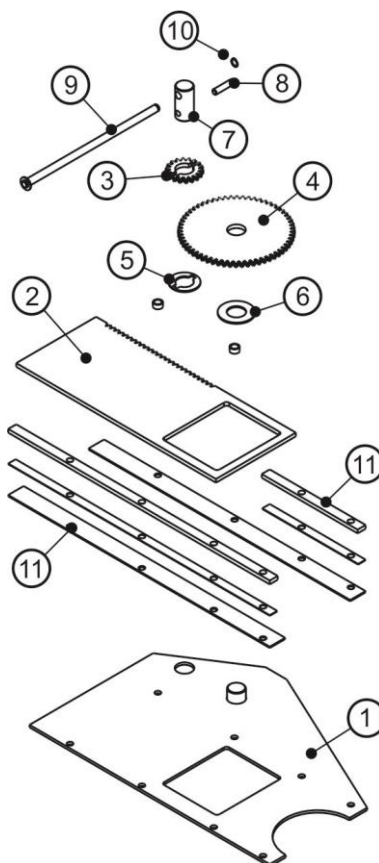

Рис. 16 Плоский затвор
Плоский затвор (Рис.16) с реечным механизмом открывания и закрывания состоит из: подкладной плиты (1), шиберов (2) с окном и зубчатой рейкой, малой (3) и большой (4) шестерен, фигурной (5) и проставочной (6) шайб, оси (7), штифта (8), рукоятки (9) со стопорным кольцом А20 ГОСТ 13942 (10).